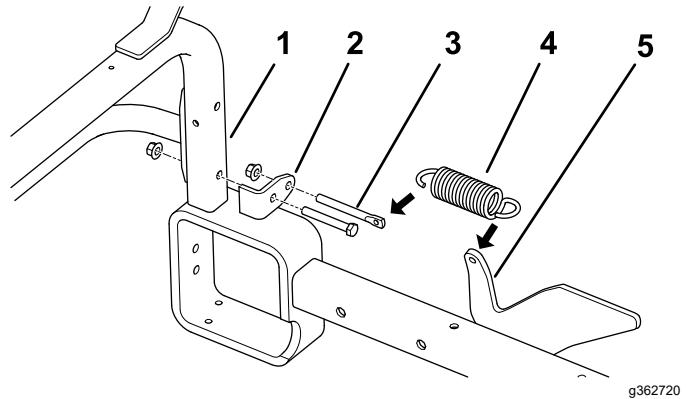

图 14
2. 拆下将每个挂钩管安装支架固定到垂直机架管的下螺母和螺栓 图 14。
注意 如图 14 所示调整弹簧支架的位置。